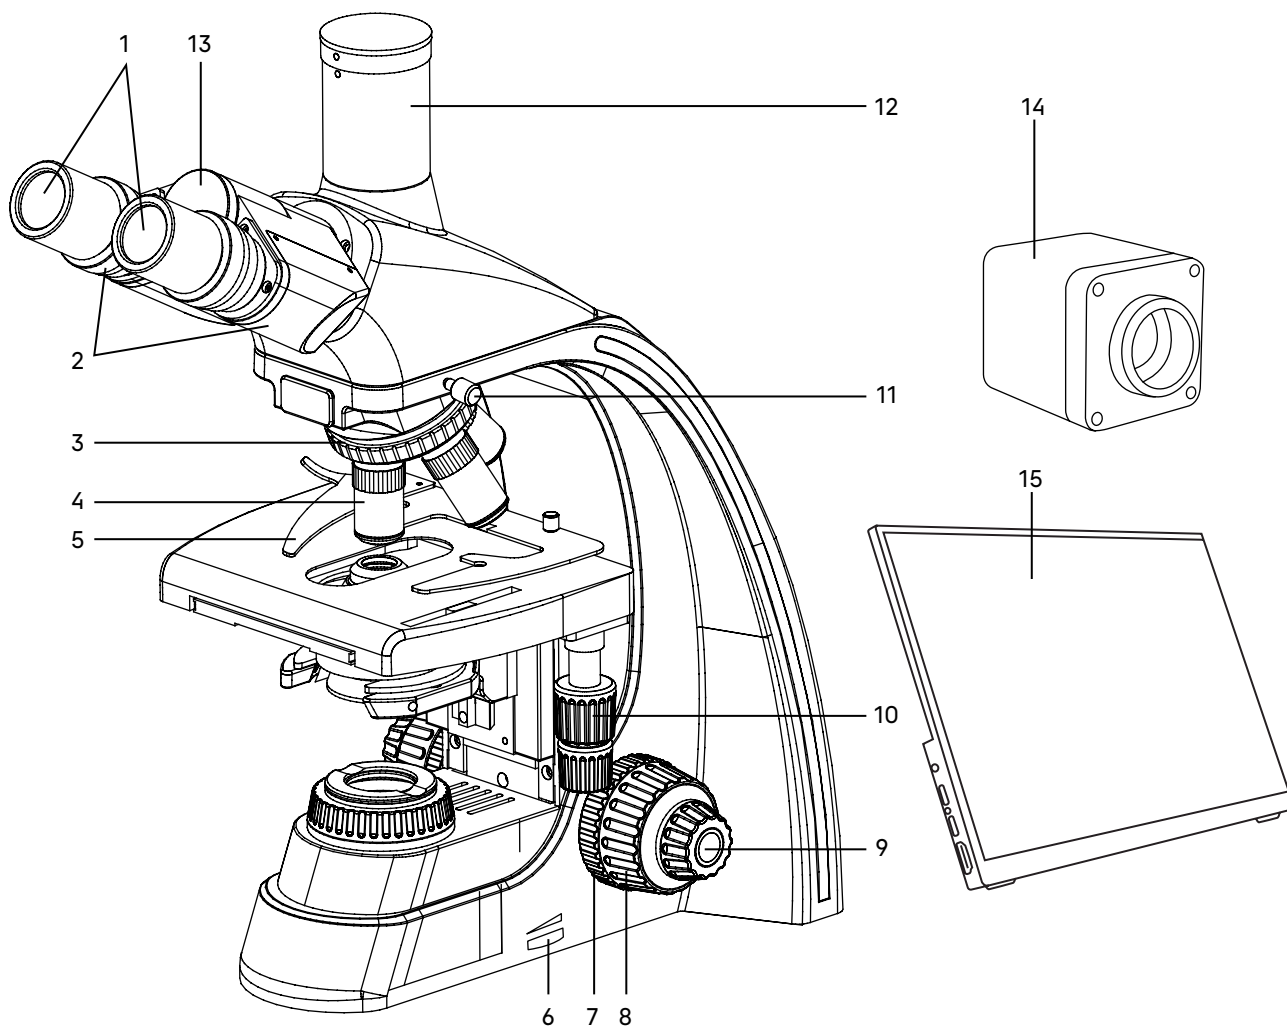
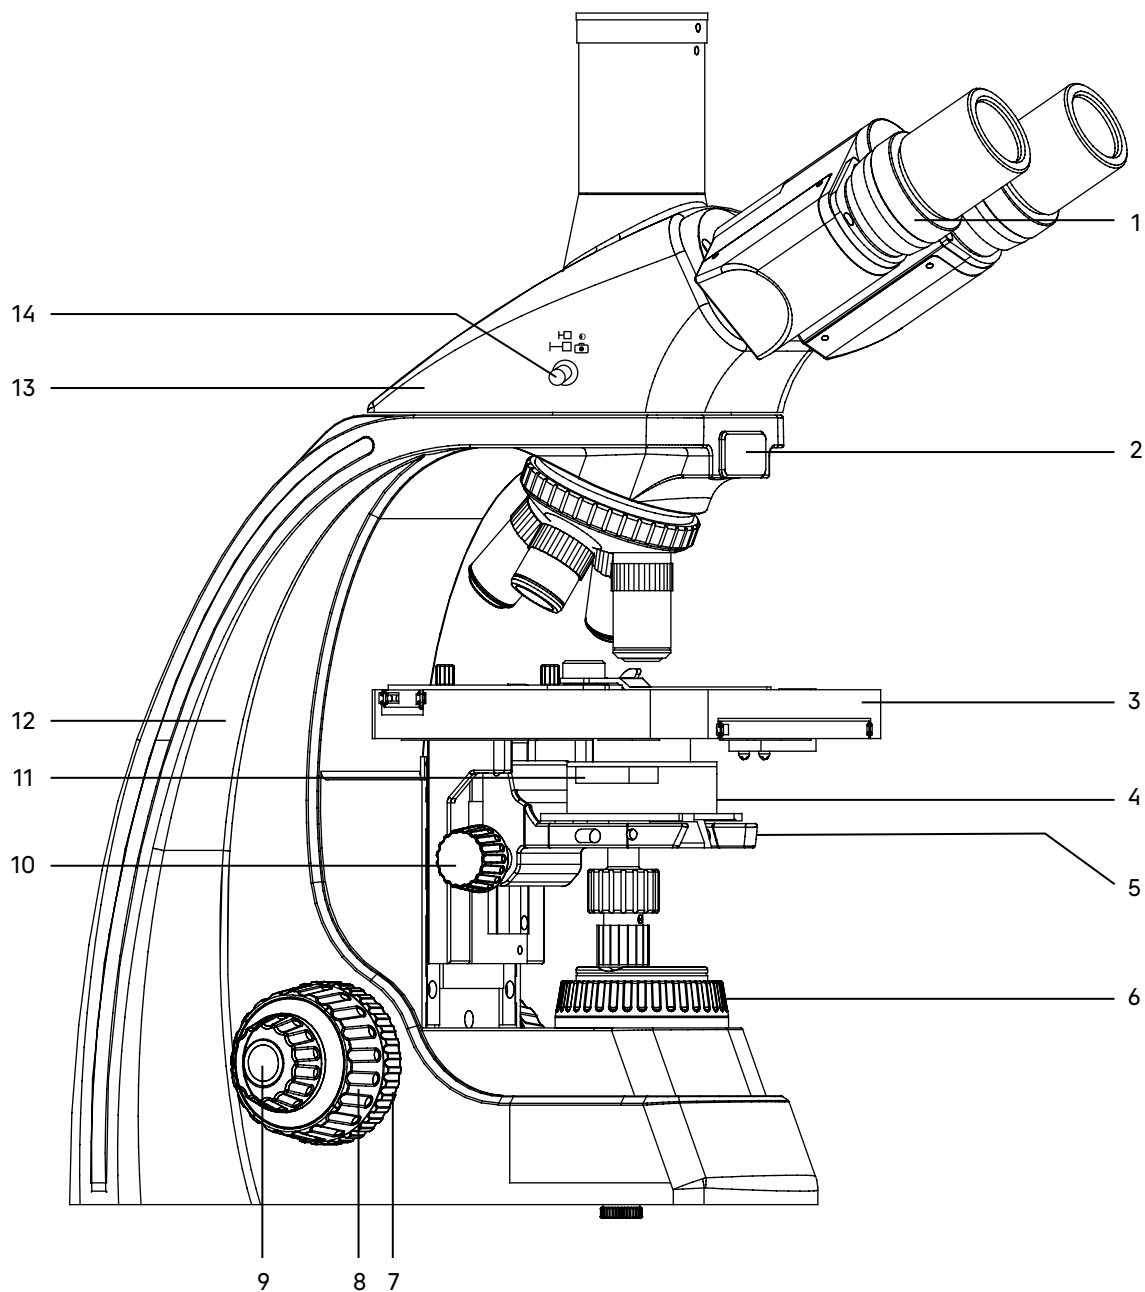

Рис. 1. Микроскоп MAGUS Bio D230 LCD. Вид справа
Рис. 2. Микроскоп MAGUS Bio D230 LCD. Вид слева
Общий вид микроскопа представлен на рис. 1 и 2.
Штатив 12 (рис. 2) представляет собой цельную конструкцию с основанием. Основание имеет Y-образную устойчивую эргономичную форму.
- револьвер 3 (рис. 1) с объективами 4 (рис. 1);
- предметный столик 3 (рис. 2);
- кронштейн конденсора 5 (рис. 2);
- коллектор в оправе с полевой диафрагмой 6 (рис. 2).
Ручка 6 (рис. 1) служит для регулировки напряжения питания источника света.
Фокусировка на объект осуществляется перемещением по высоте предметного столика 3 (рис. 2). Грубая фокусировка производится вращением коаксиальных рукояток 8 (рис. 1, 2), которые размещены по обеим сторонам штатива.
Тонкая фокусировка производится вращением рукояток 9 (рис. 1, 2), расположенных по обеим сторонам штатива. Тонкая фокусировка требуется для точного фокусирования на объект и для подфокусировки микроскопа на резкость изображения при смене объективов и препаратов.
Механизм регулировки жесткости хода грубой фокусировки 7 (рис. 1) – кольцо между штативом и рукояткой грубой фокусировки с правой стороны. С помощью кольца регулируется жесткость хода грубой фокусировки так, чтобы жесткость была комфортной для пользователя, но при этом столик не опускался самопроизвольно во время работы.
Рукоятка блокировки грубой фокусировки 7 (рис. 2) расположена с левой стороны. После завершения грубой фокусировки рекомендуется перевести рычаг в крайнее положение в направлении по часовой стрелке. Таким образом закрепится положение грубой фокусировки для быстрой рефокусировки после смены препарата.
Насадка 13 (рис. 2) обеспечивает визуальное наблюдение изображения объекта. Насадка устанавливается в отверстие штатива 12 (рис. 2) и закрепляется винтом 11 (рис. 1). Насадку при установке развернуть окулярами в сторону предметного столика.
Изменение межзрачкового расстояния в насадке осуществляется разворотом окулярных тубусов 2 (рис. 1) в пределах 48–75 мм. Значение расстояния, установленного в соответствии с глазной базой наблюдателя, отсчитывается по шкале на насадке 13 (рис. 1).
Механизм диоптрийной подвижки окуляров служит для компенсации аметропии глаз наблюдателя. Находится на левом окулярном тубусе – кольцо 1 (рис. 2).
В вертикальный тубус 12 (рис. 1) корпуса визуальной насадки (канал визуализации) для фиксации камеры (видеоокуляра) устанавливается переходник C-mount. Камера служит для вывода изображения на экран компьютера или монитор/телевизор. Переключение светового потока на вертикальный тубус производится рукояткой 14 (рис. 2). Рукоятка имеет два положения: 100/0 и 0/100.
В комплект микроскопа входят окуляры 1 (рис. 1). Окуляры имеют высокое положение выходного зрачка и предназначены для работы как в очках, так и без них.
Револьверное устройство 3 (рис. 1) обеспечивает установку пяти объективов 4 (рис. 1). Смена объективов производится вращением револьверного устройства за конусную рифленую поверхность до фиксированного положения.
Объективы 4 (рис. 1) рассчитаны на длину тубуса «бесконечность». Парфокальная высота объективов составляет 45 мм, линейное поле зрения в плоскости изображения – 20 мм. Рассчитаны для работы с препаратами с толщиной покровного стекла 0,17 мм или без покровного стекла. Микроскоп укомплектован объективами-ахроматами с увеличением 4х, 10х, 40х, 100х. Дополнительно возможна комплектация объективом-ахроматом 20х.
Конденсор 4 (рис. 2) установлен в кронштейн 5 (рис. 2) под предметным столиком микроскопа. Тип крепления конденсора – «ласточкин хвост». Конденсор устанавливается по направляющим при поднятом столике и опущенном кронштейне. Перемещение конденсора вдоль оптической оси микроскопа осуществляется с помощью рукоятки перемещения кронштейна конденсора 10 (рис. 2), расположенной слева от наблюдателя под столиком микроскопа. Диапазон перемещения конденсора – не менее 21 мм.
Конденсор имеет слот 11 (рис. 2) для установки слайдера темного поля или слайдера фазового контраста.
Двухкоординатный предметный столик 3 (рис. 2) обеспечивает перемещение объекта в двух взаимно перпендикулярных направлениях с помощью рукояток 10 (рис. 1), расположенных на одной оси.
У столика отсутствует выдвигаемая зубчатая рейка по оси X, что повышает эргономичность работы. Механизм с ременной передачей плавно перемещает объект. Объект крепится на поверхности столика препаратодержателем 5 (рис. 1), для чего прижим отводится в сторону. Препаратодержатель крепится к столику при помощи двух винтов. При снятом препаратодержателе объект можно перемещать рукой.
Встроенный в основание микроскопа осветитель включает коллектор в оправе с полевой диафрагмой 6 (рис. 2) и источник света – галогенную лампу или светодиод.
Включение осветителя осуществляется с помощью выключателя на задней панели штатива. Регулировка яркости осуществляется ручкой 6 (рис. 1).
Полевая диафрагма регулируется (открывается/закрывается) вращением кольца оправы 6 (рис. 2).